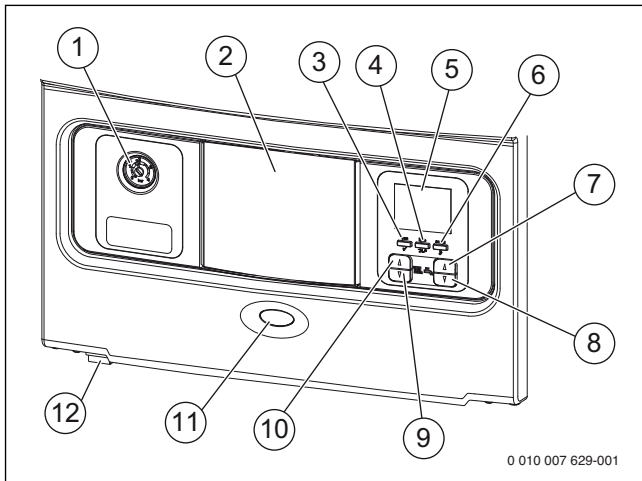

Fig. 6 Frontal de mandos con blenda abatida
- Controlador integrado en el frontal por control de sonda exterior (→ fig. 6)